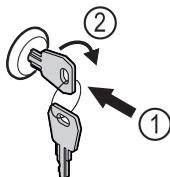

Fig. 166
- 按入钥匙。Fig. 166 (1)
- 将钥匙顺时针转动 90°。Fig. 166 (2)